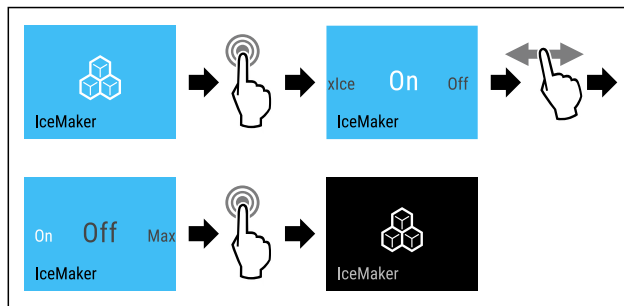

Fig. 20 Representación a modo de ejemplo con la función IceMaker activa
- ▶ Ejecutar los pasos (consulte Fig. 20) .